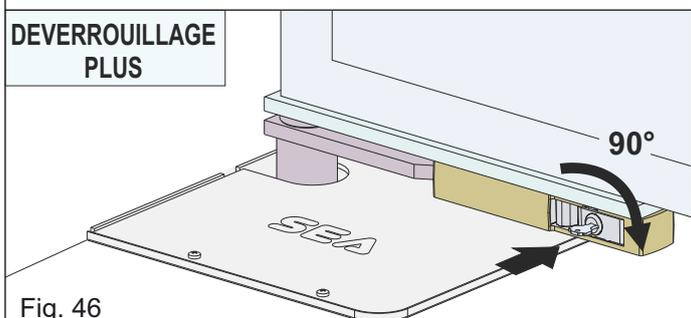

Fig. 46
- insérez la clé fournie dans la serrure et tournez-la de 90° dans le sens des aiguilles d'une montre (Fig.46)